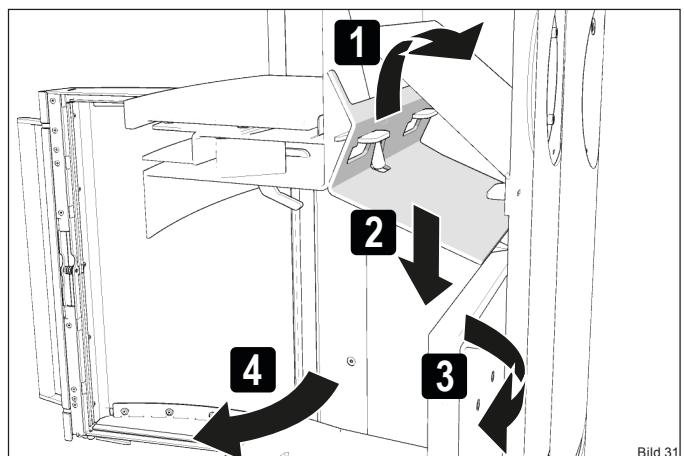

Bild 31
- Drehen Sie das untere Umlenkblech und entnehmen sie es (Bild 31).